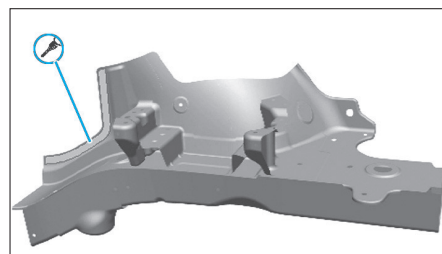

FIG. 28
- Reporter les lignes de coupe sur les pièces neuves et procéder à la découpe (Fig.28).